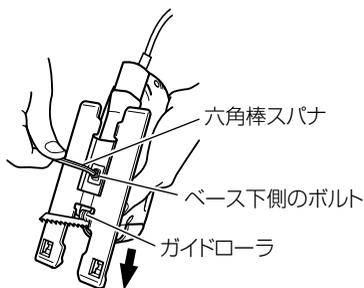

図 3-5
- (4) ベースを前方一杯に移動し、ガイドローラをのこ刃の背に軽く当て、ベース下側のボルトを十分に締付けます。(図 3-5)